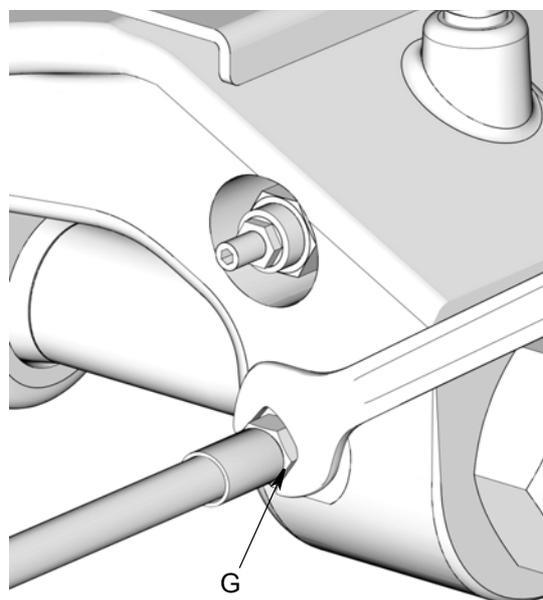

FIG. 10
2. Per scaricare la pressione dal sistema, utilizzare una chiave per **allentare lentamente** il raccordo della linea di lubrificazione (G) finché dallo stesso non fuoriesce più né lubrificante né aria (FIG. 10).